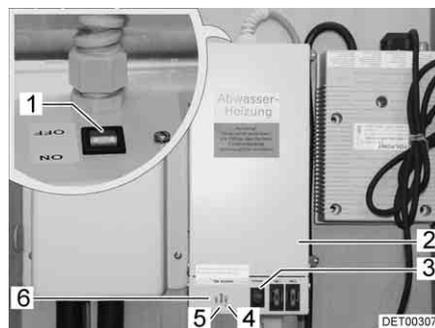

Bild 122 Trafo mit Regelgerät
Der Trafo 230 V AC/12 V DC (Bild 122,2) ist je nach Modell im Kleiderschrank oder in der Truhe der Sitzgruppe eingebaut.
- Kontroll-Leuchte (Bild 122,5) leuchtet grün: Regelung in Betrieb
- Kontroll-Leuchten (Bild 122,4 und 6) leuchten rot: Abwasserleitungen werden erwärmt
In das Gehäuse ist ein Prüftaster (Bild 122,3) integriert, mit dem das Regelgerät kurzzeitig in Betrieb genommen werden kann. Durch Drücken des Prüftasters lässt sich die Funktion der Erwärmung testen, auch wenn die Umgebungstemperatur über 5 °C liegt.
- Schalter (Bild 122,1) am Trafo (Bild 122,2) auf "ON" stellen.
- Schalter (Bild 122,1) am Trafo (Bild 122,2) auf "OFF" stellen.